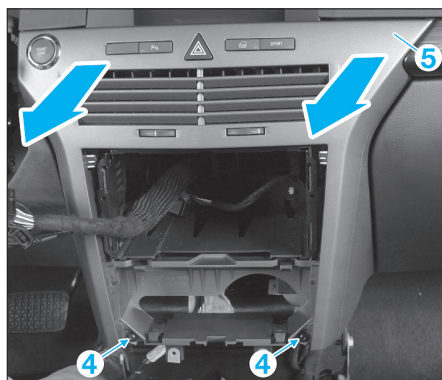

FIG. 25
- Déposer les deux vis de fixation (4) la façade centrale (5) de la planche de bord (fig. 25).